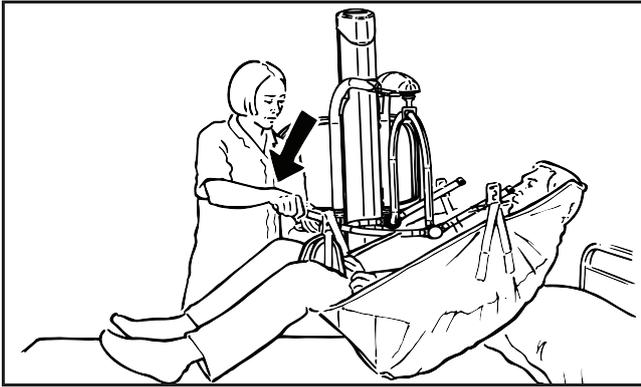

Fig. 31
Mettere il corsetto attorno al paziente, girando il paziente sui fianchi oppure portandolo in posizione seduta. Per prima cosa allargare la base del sollevapazienti, poi sollevare le gambe del paziente oltre lo chassis, come mostrato nella fig. 31.
**ATTENZIONE:** NON azionare la base del sollevapazienti quando il paziente è nella posizione mostrata in fig. 31.